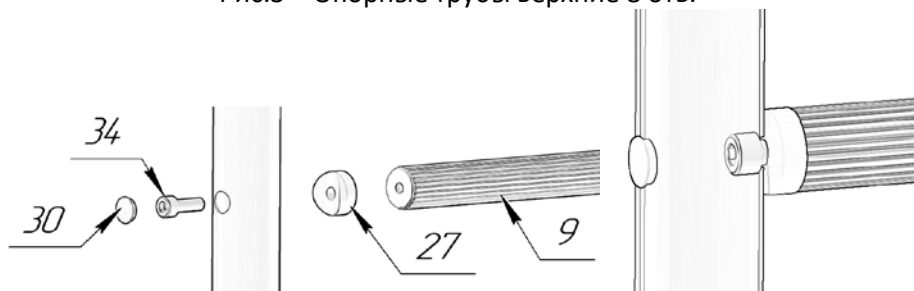

Рис.4 – Сборка вертикальных стоек и перекладин. Перекладина после сборки (шляпки винтов спрятаны внутри трубы).
- 4.3. Соедините трубы опорные с перекладинами (9) через вставки фигурные (27) при помощи винтов М8х20 (34) и затяните винты шестигранным ключом (38) см. рис. 4. Затяжку необходимо производить при условии, что шведская лестница лежит на ровной плоскости (например, на полу).